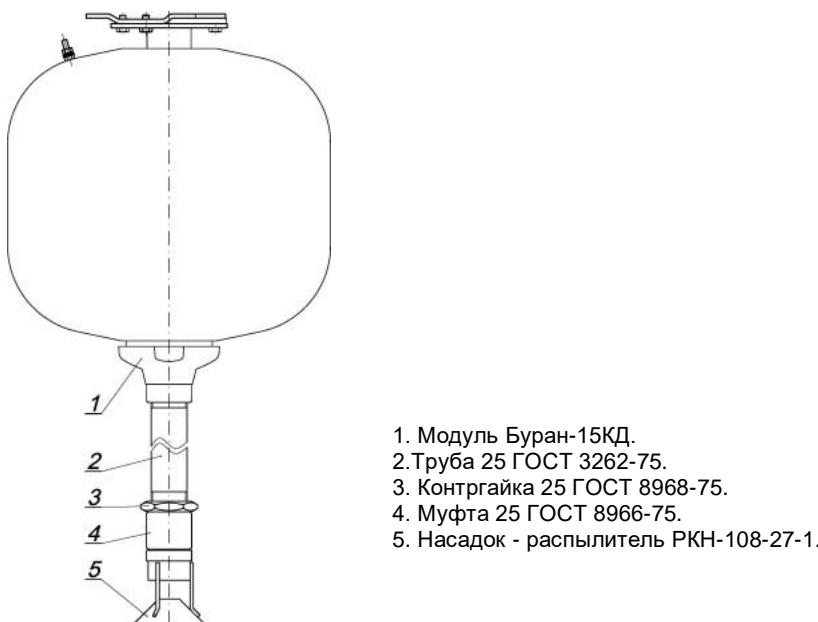

Рисунок 5 - Монтажная схема направляющего трубопровода в случае размещения модуля за пределами защищаемого объекта.
6.8 Монтаж направляющего трубопровода - в соответствии с проектной документацией для защищаемого объекта. Направляющий трубопровод (рис. 5) состоит из стандартных сантехнических фасонных деталей и труб с насадком - распылителем на выпускном отверстии.